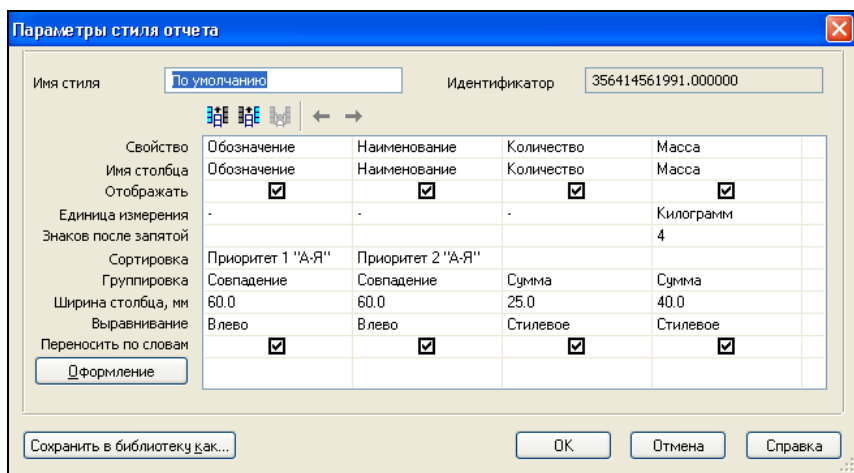

Рис. 9.18. Диалоговое окно Параметры стиля отчета
- ◆ в диалоговом окне **Параметры стиля отчета** (см. рис. 9.18), в котором вы можете настроить и сохранить стиль текущего отчета в библиотеку стилей (более подробно см. разд. "Порядок создания отчета графического документа" далее в этой главе).
- для настройки стиля отчета нажмите кнопку **Настроить**. Появится диалоговое окно **Параметры стиля отчета** (рис. 9.18). Элементы управления диалогом рассмотрены в табл. 9.2;
- ◆ нажмите кнопку **Настроить**. В открывшемся диалоговом окне **Параметры стиля отчета** (см. рис. 9.18) вы можете настроить и сохранить параметры текущего отчета в библиотеку. Элементы управления диалогового окна такие же, как и при создании отчета графического документа;